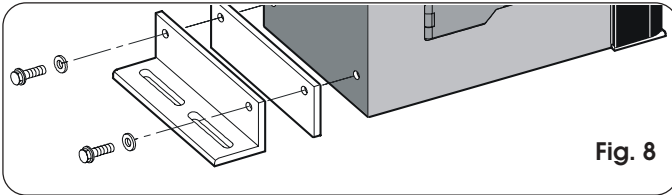

Fig. 8
- 1) Ensamble al operador los angulares de fijación y los separadores antivibraciones tal y como se indica en la Fig. 8.